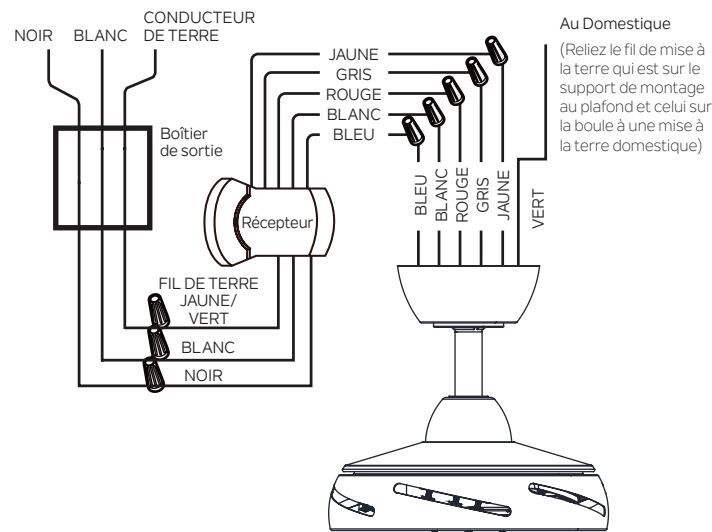

Fig. 13
Étape 1. Le fil de mise à la terre (vert) du support de montage au plafond et le fil de mise à la terre (vert) de la boule se raccordent au fil de mise à la terre de la boîte de sortie du plafond **(Fig. 13)**.